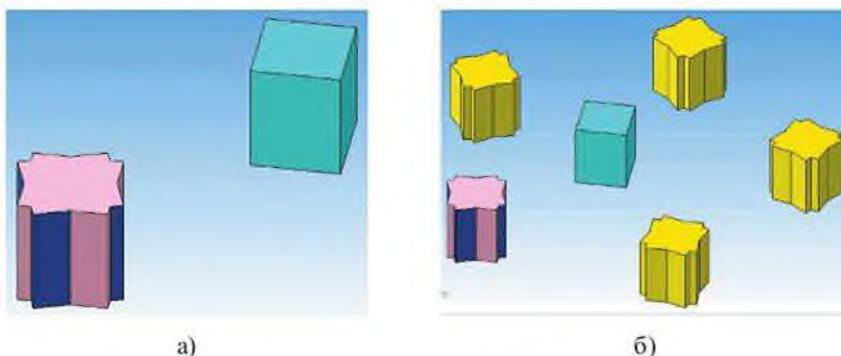

Рисунок 11.6 Изменение формы 3D-модели (а);
б) Применение команды *Зеркальный массив*  на панели инструментов *Массивы*  относительно плоскости ZY изменяет форму исходного куба (рисунок 11.6 а). В свою очередь, применение к новому объекту операции *Массив по concentрической сетке*  изменит его пространственное положение (рисунок 11.6 б).
3. При выполнении операции *Массив по concentрической сетке*  (рисунок 11.6 б) что было принято в качестве *Оси массива*?